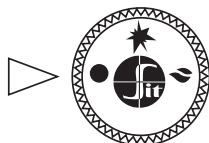

Рис. 8.
- 7.2. В исходном (выключенном) положении ручки управления не ходит в положение **«точка»** (рис. 8). Пилотная и основные горелки погашены (подчас газ к ним заблокирован).